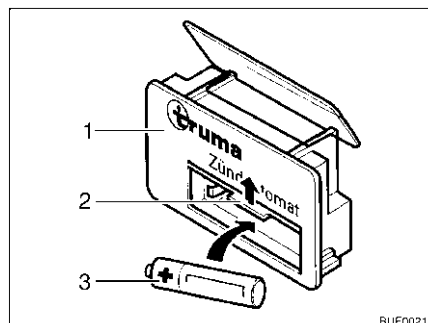

Fig. 80 Dispositivo di accensione
- Spingere la copertura (Fig. 80,2) del vano batteria sul dispositivo di accensione (Fig. 80,1) verso l'alto.
- Inserire una nuova batteria (Fig. 80,3) dello stesso tipo nel vano batteria del dispositivo di accensione rispettando la polarità (+/-). Utilizzare soltanto batterie Mignon resistenti alle alte temperature (+70 °C) e sicure da perdite.